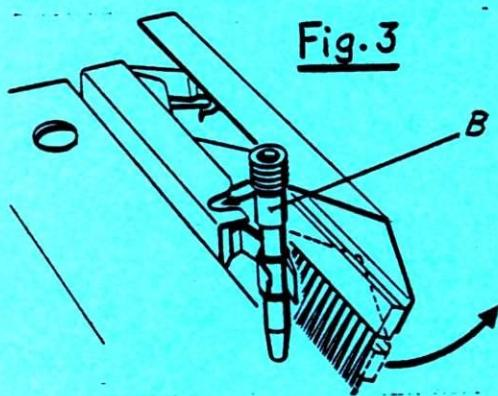

Fig.3
- b) Introduire un VM bec-fil (B) dans le support du bec-fil au chariot selon Fig. 3. A cette fin, ouvrir le support en le tirant légèrement en avant. Il s'ouvre en tenaille.
- Presser la partie centrale du bec-fil (B) dans le support selon Fig. 3.